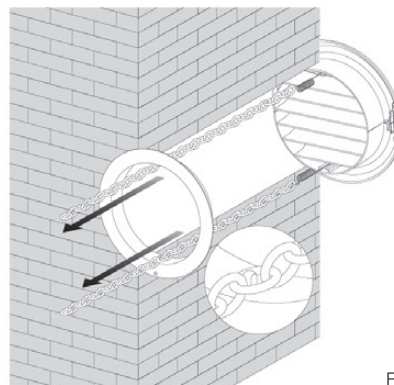

Fig.8
- Tirare la catenella, tensionando la molla, ed agganciare l'anello della catenella al perno della rosetta interna (fig. 8).